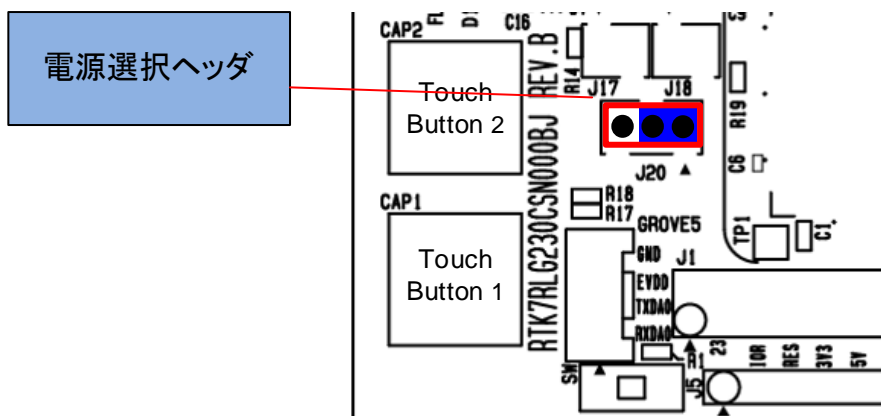

図 8-10: 5V 使用時のヘッド設定(部品面)
- ・ J20 1-2 ショート：5V 電源を選択。出荷時初期設定。(図 8-10)